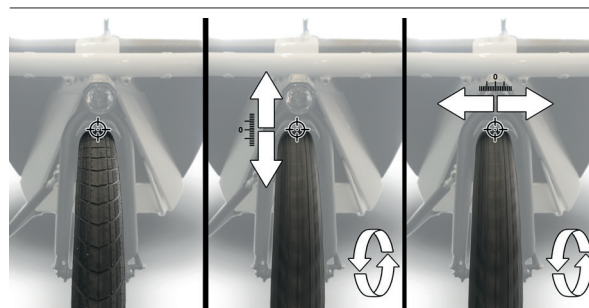

Abbildung 37 : Prüfen des Seitenschlags
- Seitenschlag eines Rads: Ein Rad mit Seitenschlag eiert beim Drehen. Sie können dies überprüfen, indem Sie das Fahrrad auf den Ständer stellen und die Räder drehen (siehe Abbildung 37). Wenn sich das Rad dreht, achten Sie zuerst auf die Felge und dann auf den Reifen. Ein falsch montierter Reifen kann ebenfalls zu dieser ungleichmäßigen Rotation führen. Ein neues Rad muss eingefahren werden und öfter auf seinen Seitenschlag überprüft werden. Wenden Sie sich an Ihren Urban Arrow-Händler, falls Ihr Rad eiert.